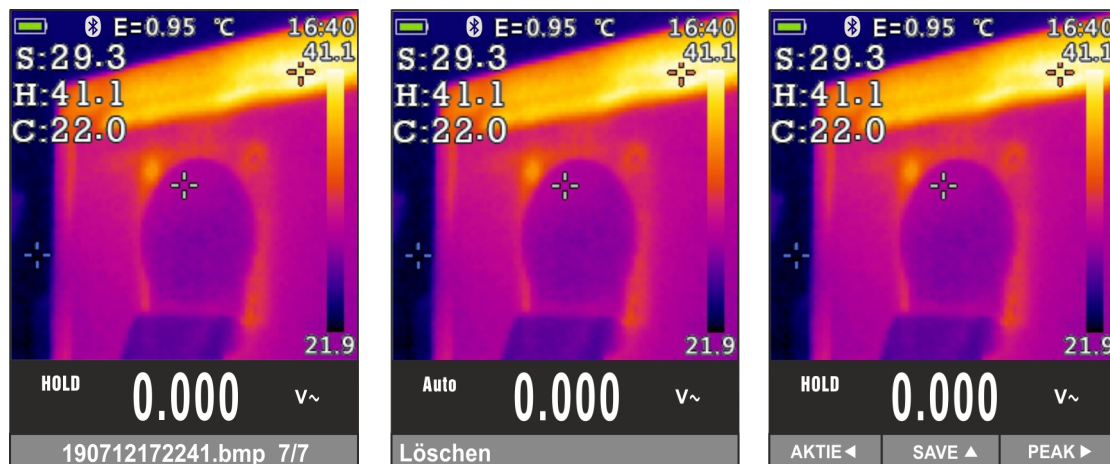

Abb. 46: Aufruf und löschen von IR Bildern
- Treten Sie ins Hauptmenü ein, um das gespeicherte Ergebnis anzuzeigen (siehe § Abb. 46 – linke Seite).